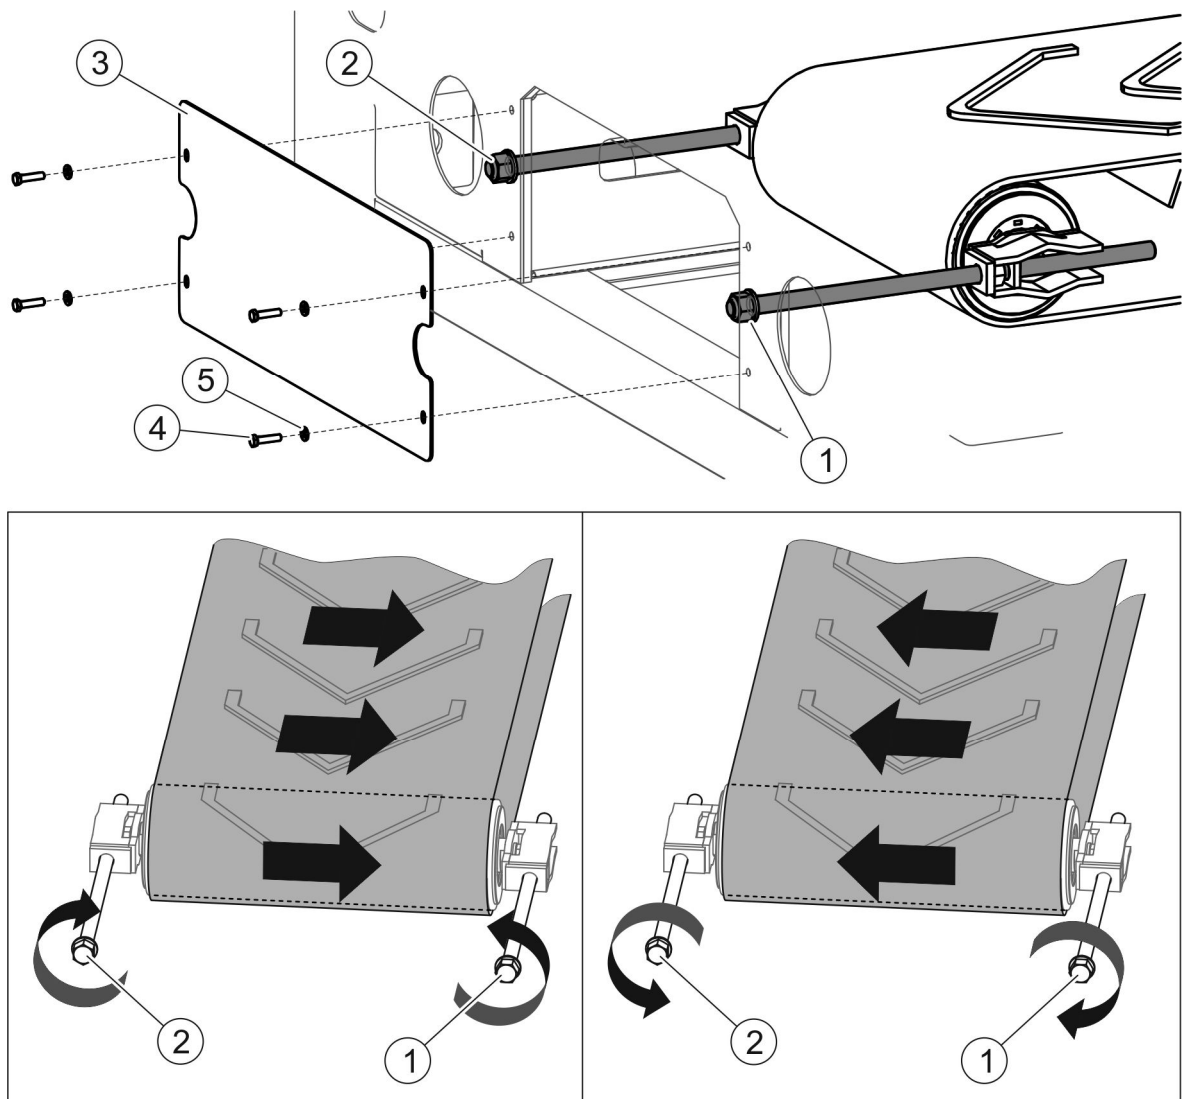

РИСУНОК 5.7 Регулювання тягового ролика
(1), (2) - регулювальні гвинти; (3) - кришка; (4) - гвинт; (5) - шайба
Перед регулюванням стрічки (РИСУНОК 5.7) відкрутити гвинти (4) і зняти кришку (3). Увімкнути двигун піскорозкидача. На панелі управління в меню «Лічильники» активувати функцію «Вивантаження». Детальний опис наведено в п. РОЗВАНТАЖЕННЯ.
Під час роботи конвеєра стрічка регулюється за допомогою натяжних гвинтів (1) і (2), розташованих на передній стінці бака (РИСУНОК 5.7). Залежно від зміщення ремня (РИСУНОК 5.7) напрямом обертання затягуючих гвинтів (1) і (2) необхідно вибрати відповідно. Під час регулювання повернути кожен гвинт один раз, трохи почекати та перевірити ефект. Повторювати процес, поки стрічка не пройде в центрі ролика.
Натяг стрічки можна проводити при вимкненому приводі конвеєра. Ремінь натягується гвинтами (1) і (2), розташованими на передній стінці бака (РИСУНОК 5.7). Повернути обидва гвинти (1) і (2) за годинниковою стрілкою. Щоб запобігти зсуву стрічки до одного з країв ролика, повернути обидва гвинти однаково.